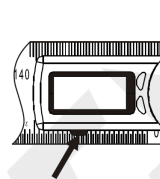

fig. 1
- Presione el portapilas (fig.1)